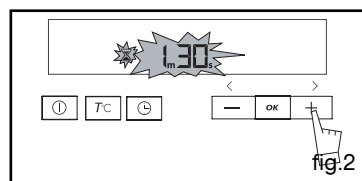

fig.2
- Ajustez le temps choisi en appuyant sur les touches + ou - (fig.2).